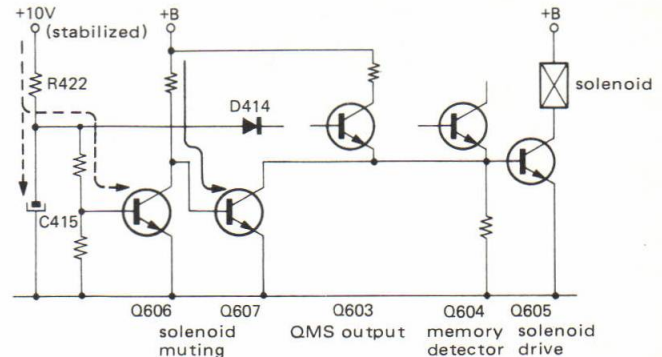

Fig. 2
2. SOLENOID MUTING CIRCUIT (See Fig. 2)